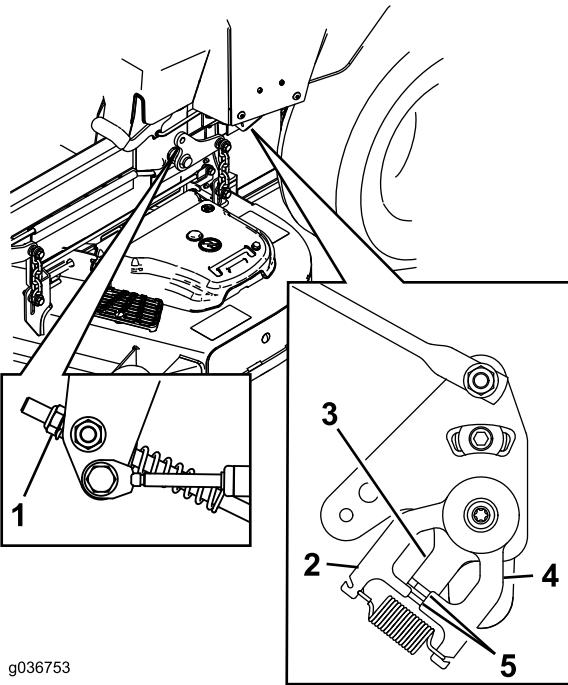

図 70
9. ポンプコントロールロッドのナットを回して、車輪が後退方向にわずかにクリープするように調整する 図 70を参照。